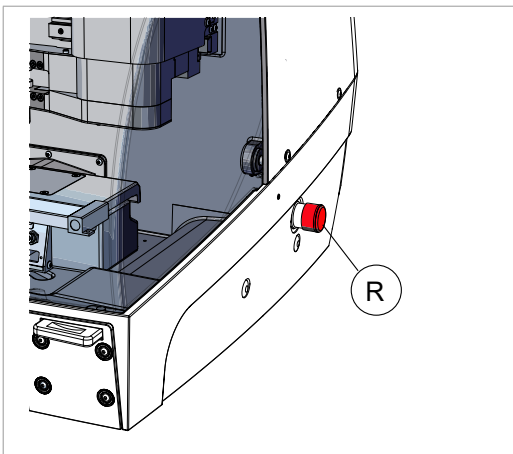

Bild 5
Beim Drücken der roten Notstopptaste (R) (Bild 5), auf der rechten Seite der Maschine wird die Maschine im Falle von schweren Betriebsstörungen oder Gefahr für den Bediener sofort gestoppt.